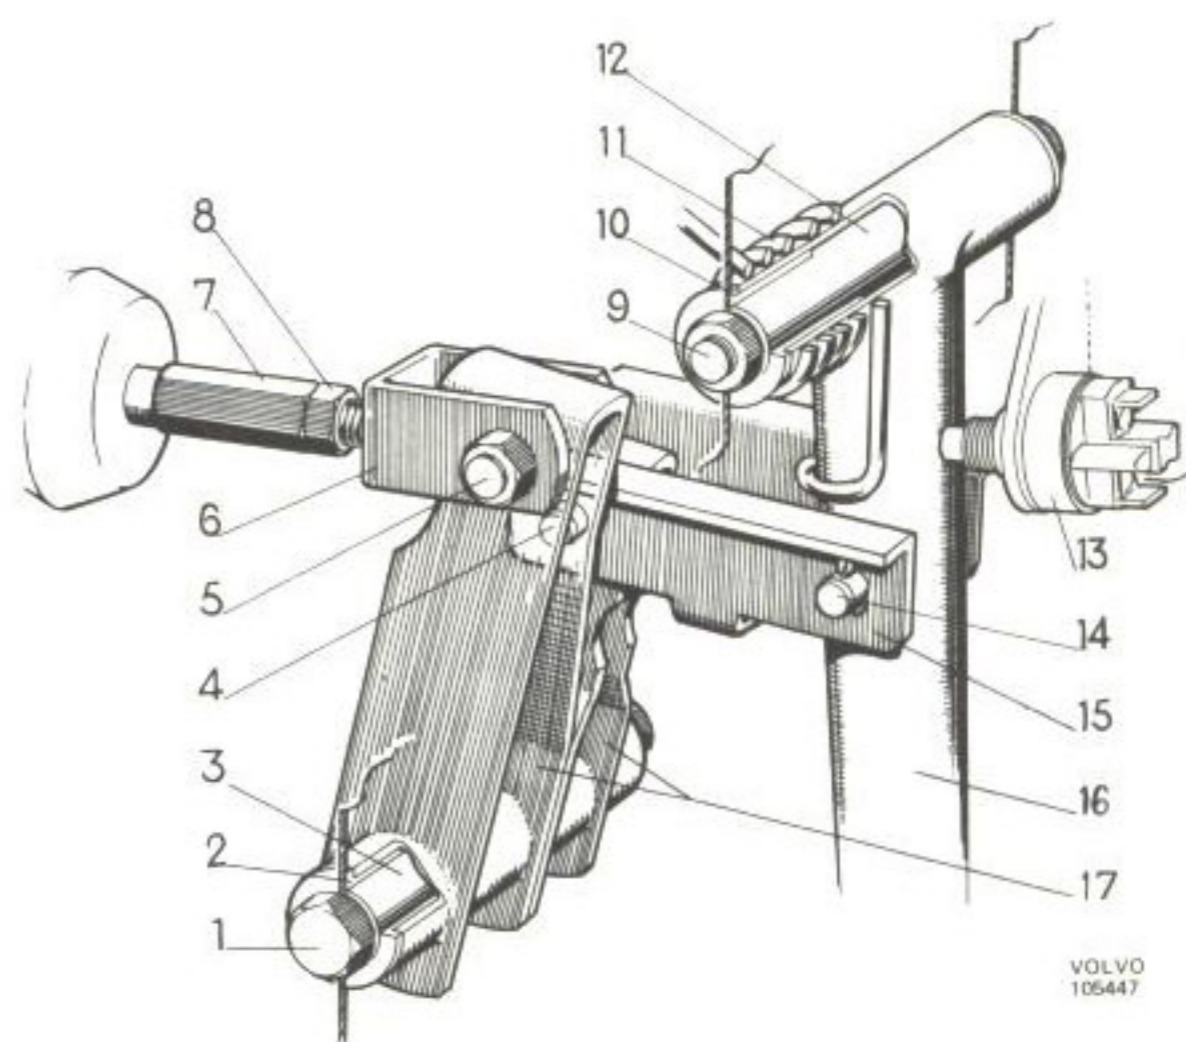

Bild 75. Pedalupphängning, 1800 S
4. Gäller 1800 B 20 V. Demontera skruvarna (1 och 5 bild 75) och dra fram länksystemet.
8. Gäller 1800 B 20 V. Sätt dubbelhävarmen (17 bild 75) och trycklänken (15) på sin plats i vagnen. Montera skruvarna (1 och 5) och mutternarna.